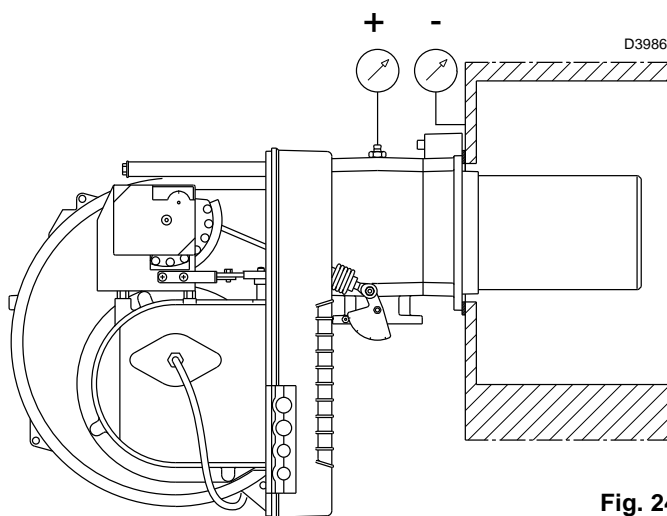

Fig. 24
- Montar un manómetro (Fig. 24) en la toma de presión de gas del manguito. Sirve para conocer aproximadamente la potencia MÁX del quemador mediante las Tab. H en la pág. 19.
La llegada de gas al manguito puede observarse en el manómetro (Fig. 24 en la pág. 22).